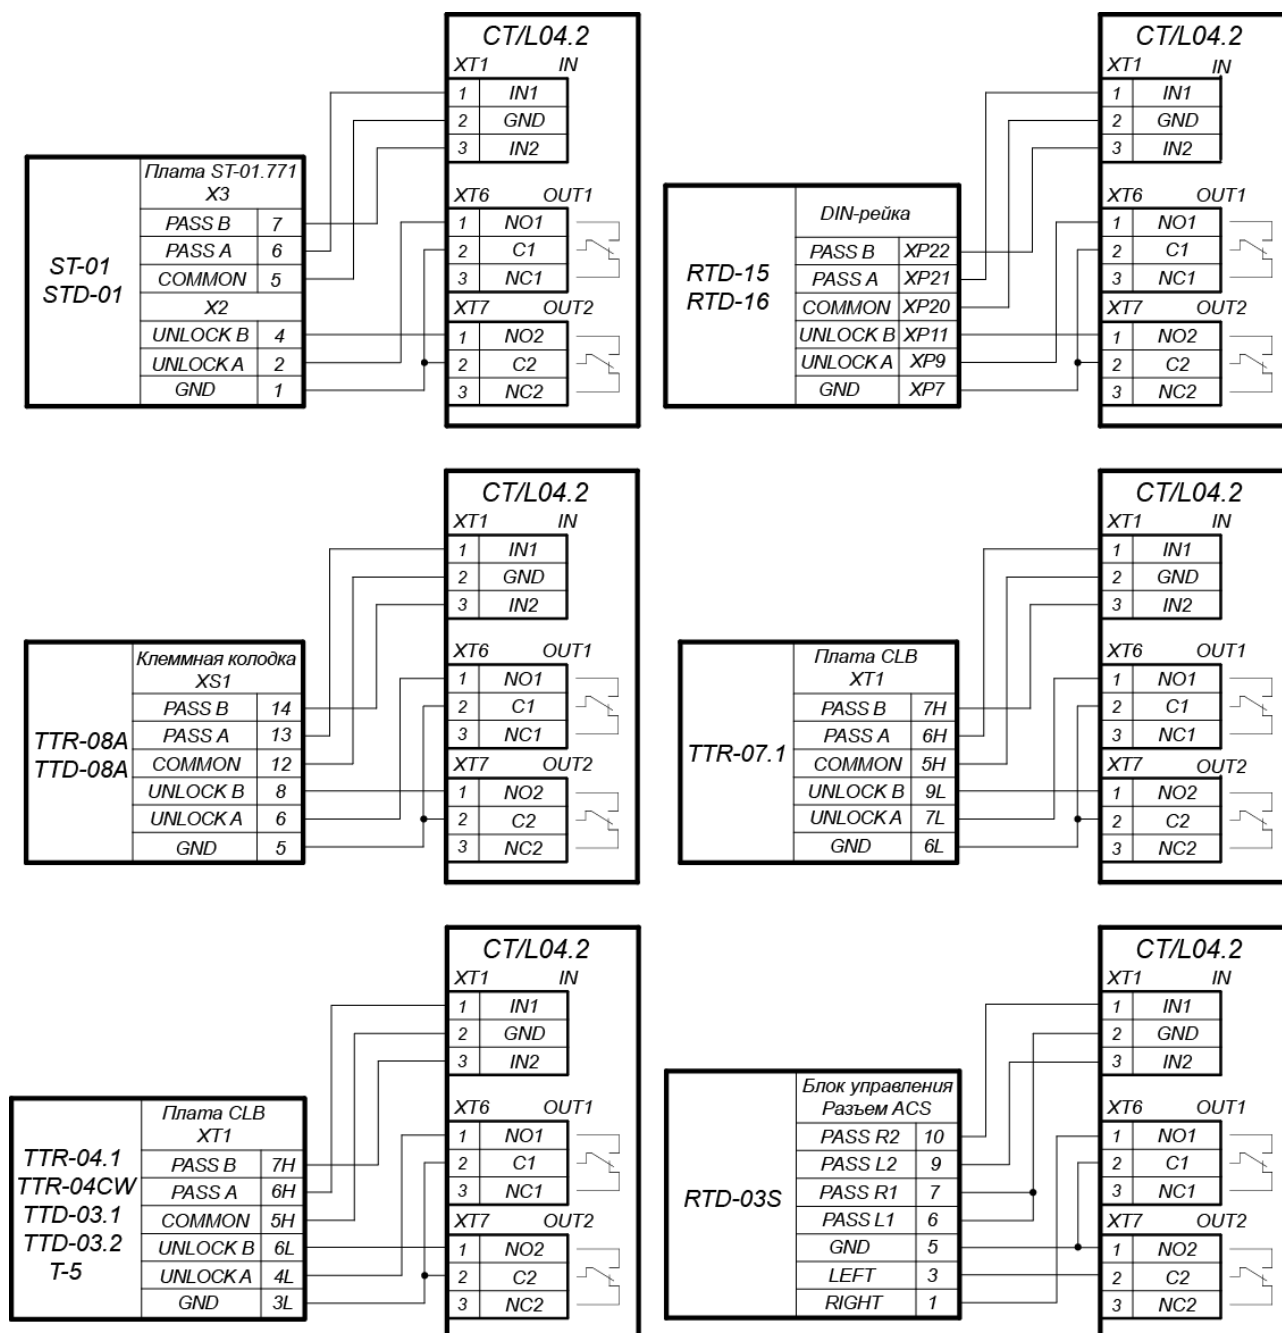

Рисунок 6. Схемы подключений турникетов
2. Турникет (блок управления турникетом) подключается к клеммным колодкам **XT1**, **XT6**, **XT7** нижней платы контроллера в соответствии со схемой для данного типа турникета (см. рис. 6).